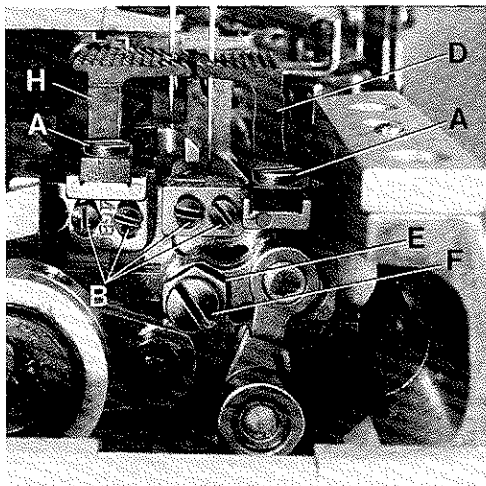

Fig.23
Assemble the main feed dog (H, Fig. 23) and the differential feed dog (D), tighten fastening screws (A) slightly. Insert the throat plate support with throat plate on the cylinder arm and center the feed dogs across-the-line-of-feed in the throat plate slots to have equal clearance on all sides. Now tighten screws (A) firmly.
Montieren Sie den Haupttransporteur (H, Fig. 23) und den Differentialtransporteur (D), ziehen Sie die Befestigungsschrauben (A) nur leicht an. Stecken Sie den Stichplatten-träger mit Stichplatte auf den Zylinderarm und vermitteln Sie die Transporteure seitlich in den Stichplattenschlitzen so, daß sie an allen Stellen freigehehen. Ziehen Sie die Schrauben (A) danach gut an.
For setting loosen screws (B, Fig. 23) and position the feed dog holders with the feed dogs to the correct height. Tighten screws (B).
In-line-of-feed the differential feed dog can be set to the front or to the rear to clear equally between the main feed dog and the front end of throat plate slot. For adjustment loosen screw (F, Fig. 23) and rotate eccentric (E) in operating direction until the correct setting is obtained. Retighten screw (F).
Zur Einstellung lösen Sie die Schrauben (B, Fig. 23) und schieben die Transporteurhalter mit den Transporteuren auf die gewünschte Höhe. Ziehen Sie die Schrauben (B) an.
In Nährrichtung kann der Differentialtransporteur entsprechend vor- oder zurückgestellt werden, damit er zwischen dem Haupttransporteur und dem vorderen Schlitzende der Stichplatte gleichmäßig freigeht. Zur Einstellung lösen Sie die Schraube (F, Fig. 23) und drehen den Exzenter (E) in Nährrichtung, bis die richtige Einstellung erreicht ist. Ziehen Sie die Schraube (F) wieder an.